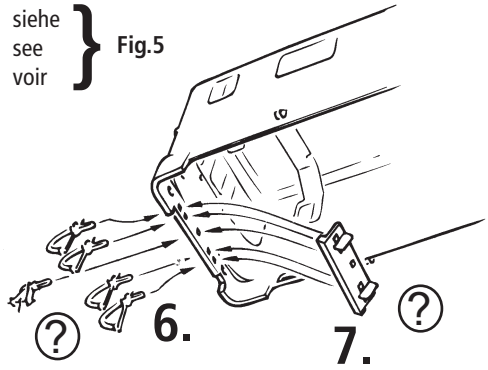

Fig. 3
**3. Haftreifenwechsel:** Zuerst den Getriebedeckel abnehmen (Fig. 3). Danach den **Radsatz** herausnehmen und die **Haftreifen** mit einer Nadel od. mit einem feinen Schraubendreher abziehen (Fig. 3). Beim Aufziehen der neuen Haftreifen darauf achten, dass diese sich nicht verdrehen.
**3. Change of traction tyre:** Remove the gear cover (fig. 3). Take out **wheel set** and remove **traction tyre** using a pin or a fine screwdriver (fig. 3). When pressing on the new traction tyre please **avoid twisting it**.
**3. Échange des bandages d'adhérence:** Démontez d'abord **le couvercle du carter des engrenages** des engrenages (fig. 3). Délogez ensuite les essieux bandagés et enlevez, à l'aide d'une aiguille ou d'un tournevis fin, les bandages d'adhérence (fig. 3). Lors du montage des nouveaux bandages veuillez veiller à ce que les bandages **ne soient pas tordu**.